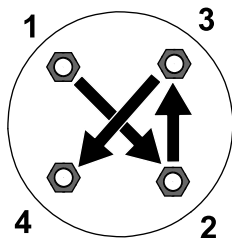

図 5
2. 図 5のように対角線パターンで、ラグナットをトルク締めする108-122 N·m 11-12 kg.m = 80 to 90 ft-lb。